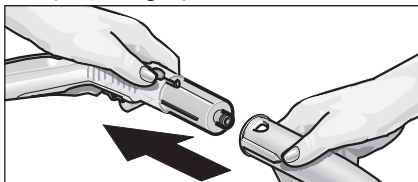

Fig. 2: Innesto dell'accessorio nella pistola vaporizzatrice
- Collegare l'accessorio desiderato (D1, E1, F1) alla pistola vaporizzatrice (C1). A tal fine infilare l'estremità tubolare dell'accessorio nella pistola vaporizzatrice (C1). Spingere poi l'accessorio nella pistola vaporizzatrice finché s'innesta il pulsante di sblocco (C3) della pistola vaporizzatrice (si veda fig. 2).